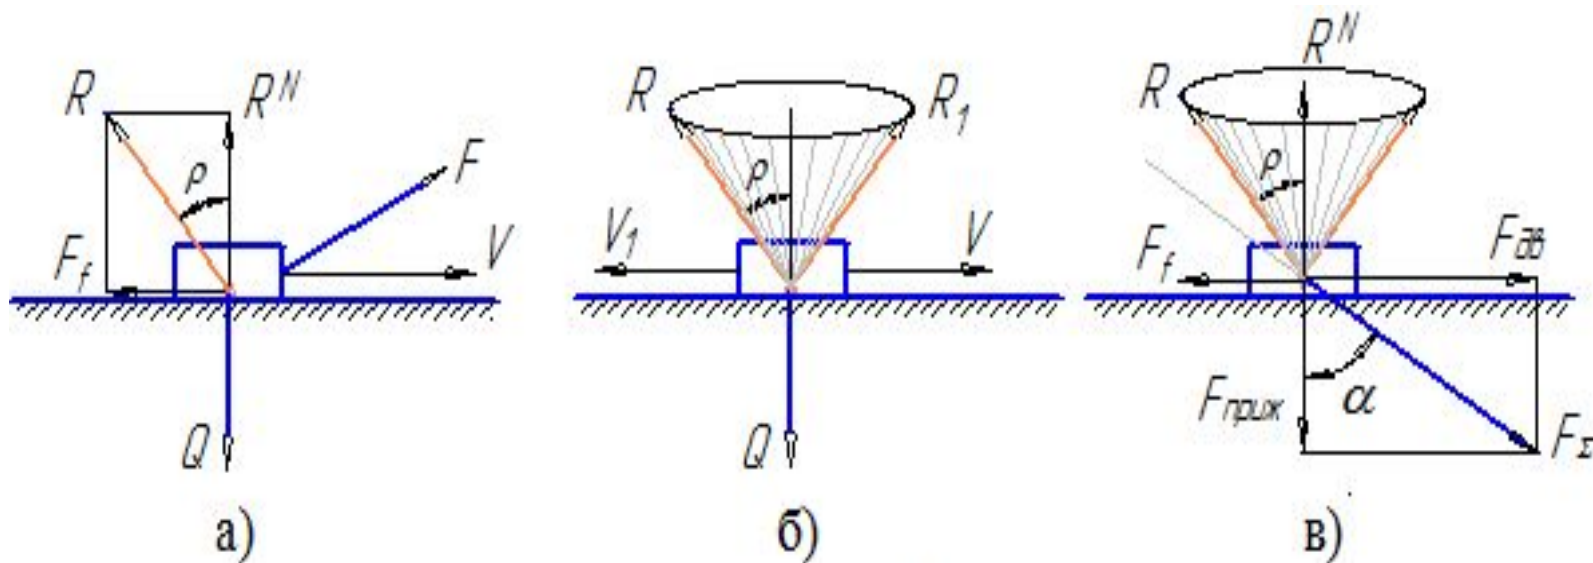

Рисунок 20
- Заменим силы Q и F (рис. 20в) результирующей силой F_{Σ}